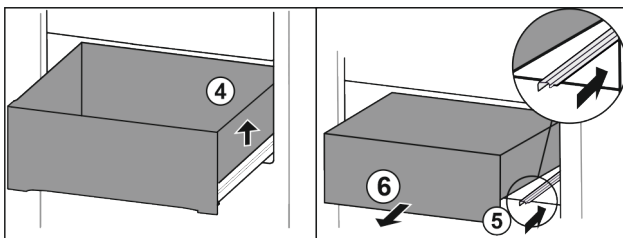

Fig. 78
- Levante el cajón por la derecha. Fig. 78 (4)
- Retraiga la guía derecha. Fig. 78 (5)
- Extraiga el cajón hacia delante. Fig. 78 (6)